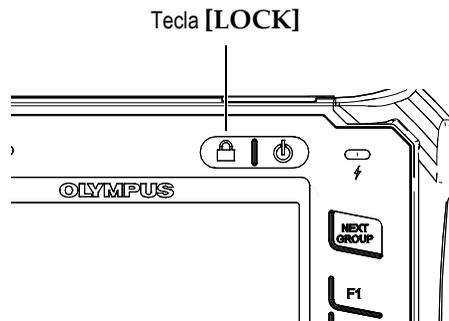

Figura 2-7 Configuração da tecla — tecla [LOCK]
- A tecla [LOCK] (disponível somente na configuração com botão) bloqueia automaticamente o ajuste de todos os parâmetros para evitar qualquer alteração indesejada decorrida de algum movimento acidental na tecla (veja Figura 2-7 na página 42).